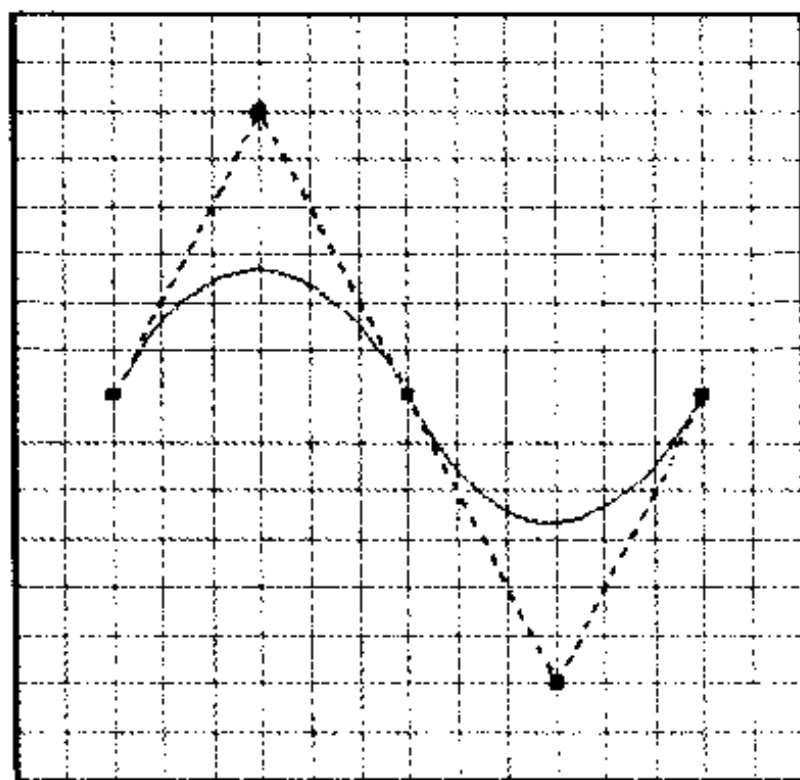

图 3-13 绘制正弦波曲线
(1) 在 Drawing Tools 工具栏中单击  按钮,选择绘制贝赛尔曲线的工具,此时鼠标箭头变为十字光标,在图纸中单击,确定曲线的起始点的位置。
(2) 向右上方移动十字光标,在光标移动的过程中,拖出一条黑色的虚直线和一条红色的实曲线,在适当位置单击,确定黑色的虚线的一个转折点;然后向右下方移动十字光标,继续拖出虚线和实线,在适当的位置单击确定黑色虚线的另一个转折点,此时已经可以看到正弦波的半个周期。
(3) 再次单击黑色虚线的第二个转折点,以它作为另一个拟和方向的起始点,继续向右下方移动十字光标,在适当的位置单击,确定黑色虚线的第三个转折点,然后继续向右上方移动十字光标,到适当的位置单击,确定黑色虚线的第四个转折点。此时用户还可以继续绘制曲线,但是此时已经可以看到正弦波的整个周期了,因此我们在黑色虚线的最后一个转折点上再次单击,结束拟和;然后右击鼠标,完成贝赛尔曲线的绘制,得到的正弦波曲线如图 3-13 所示。